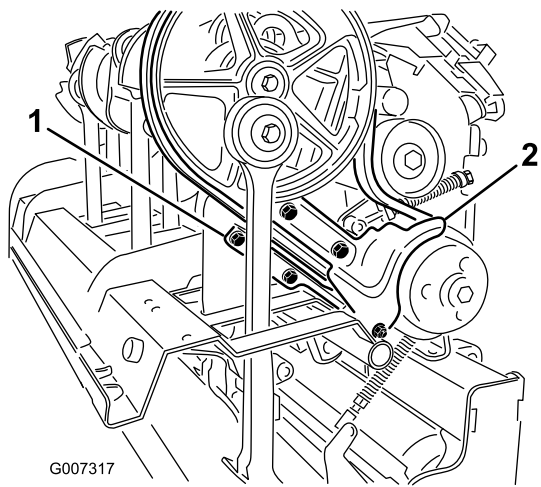

图37
3. 拆下固定防尘罩和下皮带护罩的紧固件 图37。拆下防尘罩和下皮带护罩。